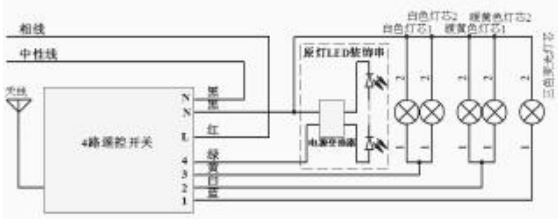

图1 电路原理图
某住宅客厅吸顶灯内装有10盏25W白炽灯（80cm×60cm）和一圈3W LED装饰灯,因灯泡坏逐步换用5W的LED灯泡(因空间限制)。但还是感到灯光暗故想对其进行改造。打算采用LED成品灯盘装设5盏，中间一盏功率最大采用36W灯盘、选用三色变光(23.9元),两边各装设两盏12W灯盘共4只、其中两只选用白色(3.80元),两只选用暖黄色(6.80元)。考虑到要求有几种照度,还选用一只4路无线遥控开关可以分别控制中间大灯、两侧的单色灯和原来的装饰灯。灯的电路原理如图1所示,灯盘和遥控器从网上购买。
材料备齐后便开始动手改装。第1步,切断电源取下活动的装饰杆、透光玻璃和卸下灯泡,将灯座从安装位置卸下。第2步,拆除灯头和接线。第3步,取出新灯盘在灯座上确定安装位置。第4步,拆除灯盘安装位置处的装饰挂件。第5步,固定盘灯盘,灯盘有磁座一般不需要钻孔,但因灯座上有层镜面不锈钢使磁性吸力降低,故增加了一条双面胶黏贴。第5步,按照图1接线。第6步,上电试灯,通电后,①蓝线组亮,即三色变光灯盘点亮;→关再开,①蓝线和②白线组亮,即三色变光